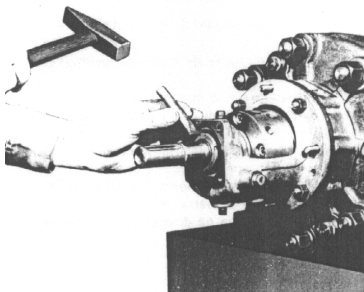

Fig. 14
- Aperte a Luva de Trava através do Mancal, utilizando um pino e um martelo ou chave gancho. Bata com um tubo na face da porca (fig. 14). A cada batida o conjunto entra um pouco e afrouxa. Aperte a porca e bata com o tubo até que a pista interna esteja corretamente posicionada. A posição ideal da pista interna em relação aos roletes é aquela onde mesmo com o desgaste do sistema de equilíbrio do empuxo axial a chapa de segurança não atrite com a gaiola de fixação dos roletes.